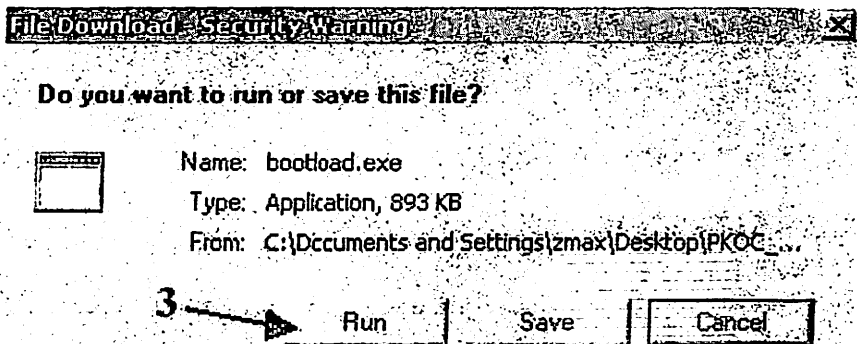

Рис.8.2. Запрос на запуск программы “File Download”
3. На запросе “File Download” нажмите кнопку (выполнить) см.рис.8.2.